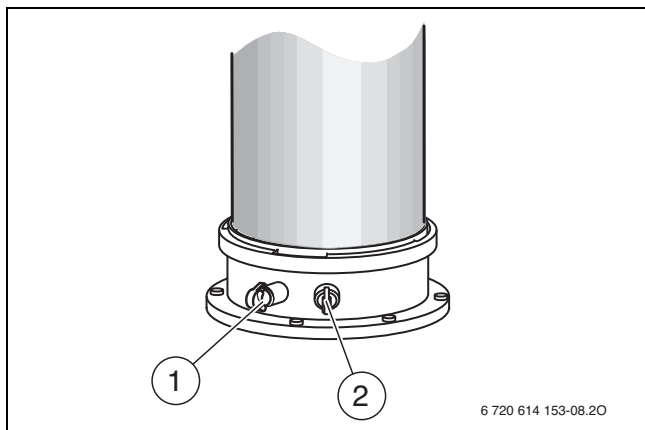

Bild 122 Abgasmessstutzen und Verbrennungsluft-Messstutzen
- ▶ Stopfen am Verbrennungsluft-Messstutzen (→ Bild 122, [2]) entfernen.
- Stopfen am Abgasmessstutzen (→ Bild 122, [1]) entfernen.